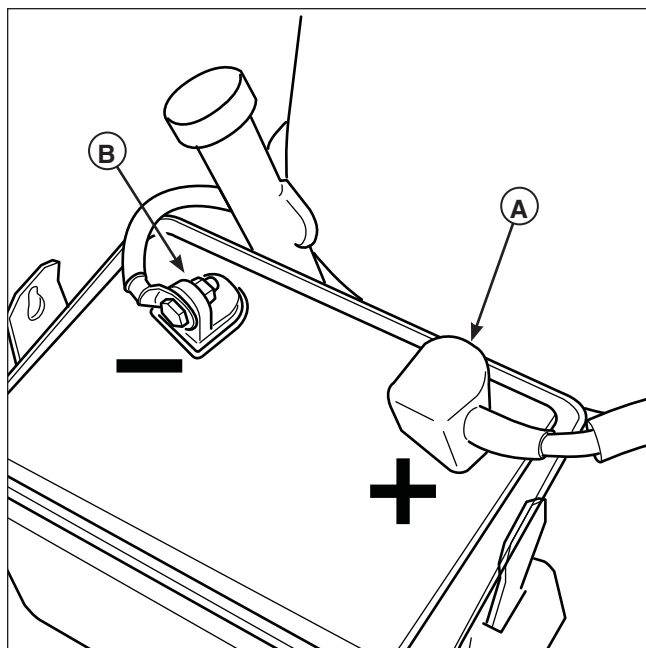

Figura 16. Scomparto della batteria
1. Scollegare i cavi dalla batteria, il cavo del negativo per primo (B, Figura 16).
3. Rimettere a posto la batteria e ricollegare i cavi, il positivo per primo (A).